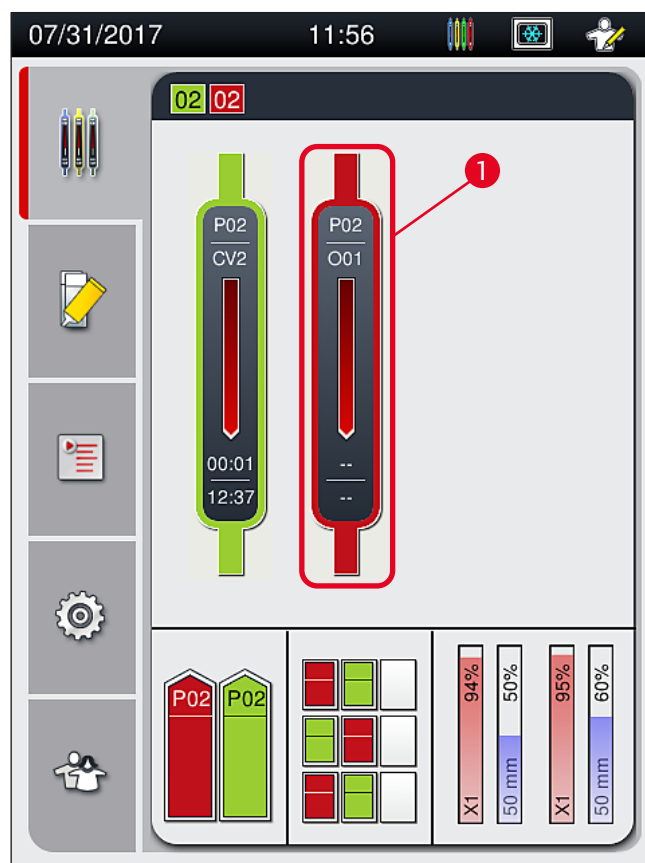
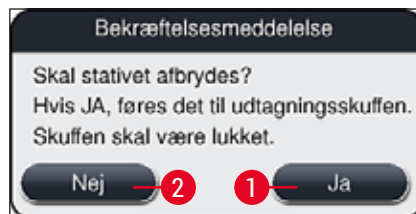

Fig. 78
Fig. 80
- ① Påsætning af dækglass kan kun annulleres ved hjælp af processtatusvisningen (→ Fig. 78).
Når der trykkes på knappen **Afbryd stativ** (→ Fig. 79-1), vises der en meddelelse (→ Fig. 80). Bekræft annulleringen med knappen **Ja** (→ Fig. 80-1), eller tryk på **Nej** (→ Fig. 80-2) for at gå tilbage til processtatusvisningen (→ Fig. 78).